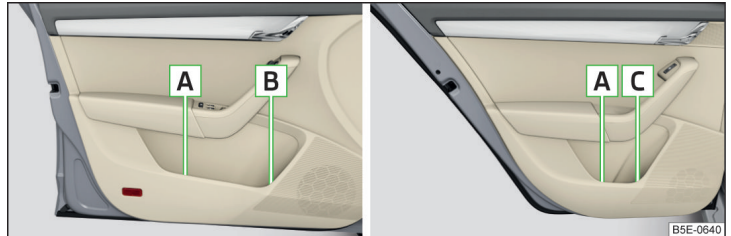

Abb. 99 Ablagefächer: in der vorderen Tür / in der hinteren Tür
**Ablagefächer** » Abb. 99
Das Ablagefach **A** » Abb. 99 in der vorderen Tür ist ausschließlich zum Abliegen von Gegenständen zu verwenden, die nicht herausragen - es besteht die Gefahr der Einschränkung des Wirkungsbereichs der Seitenairbags.